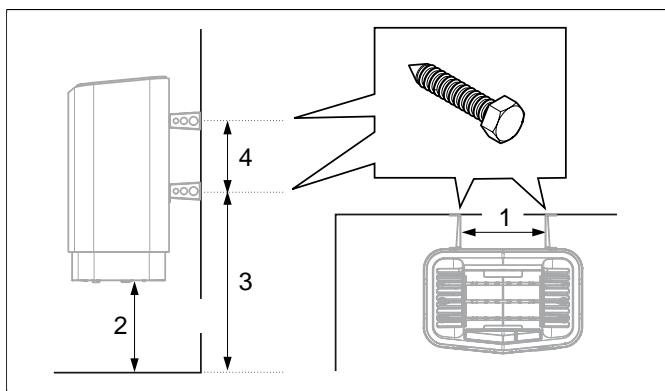

Fig 10: Mättsättning
- Placera konsolskruvarna enligt mättsättning se **Fig 10**, sidan 5.